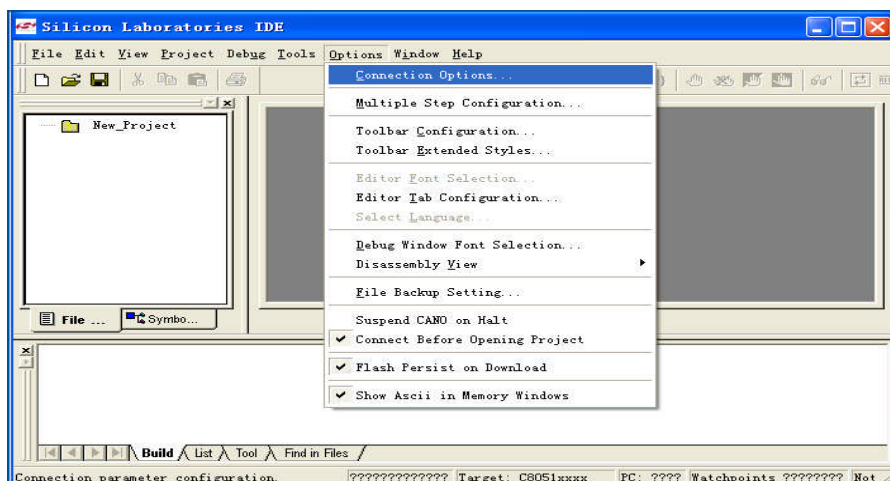

图 2
3. 安装结束, 打开 IDE 集成开发环境, 在新建或打开原有的项目后, 点击主菜单“Options”选择“Connection Options..”选项(如图2所示), 进入图3界面。